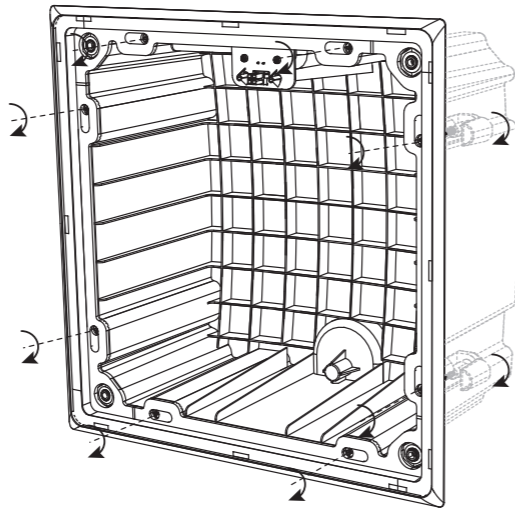

Fig. 18. Tighten the mounting clamp screws (X8)
3. 将后盖固定在天花板上的适当位置,同时顺时针拧紧安装夹螺丝(图18)。系统地执行此操作,直到所有八个夹子就位并且将后盖牢固地固定到天花板干墙上为止。